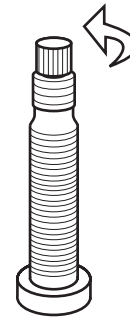

Abb. 45. Das Ventil gegen den Uhrzeigersinn drehen.
1. Das Ventil gegen den Uhrzeigersinn drehen. Fixieren Sie das Ventil mit einer kräftigen Drehung in der vollständig geöffneten Position. Dadurch vibriert es beim Fahren nicht in die geschlossene Position (Abb. 45).